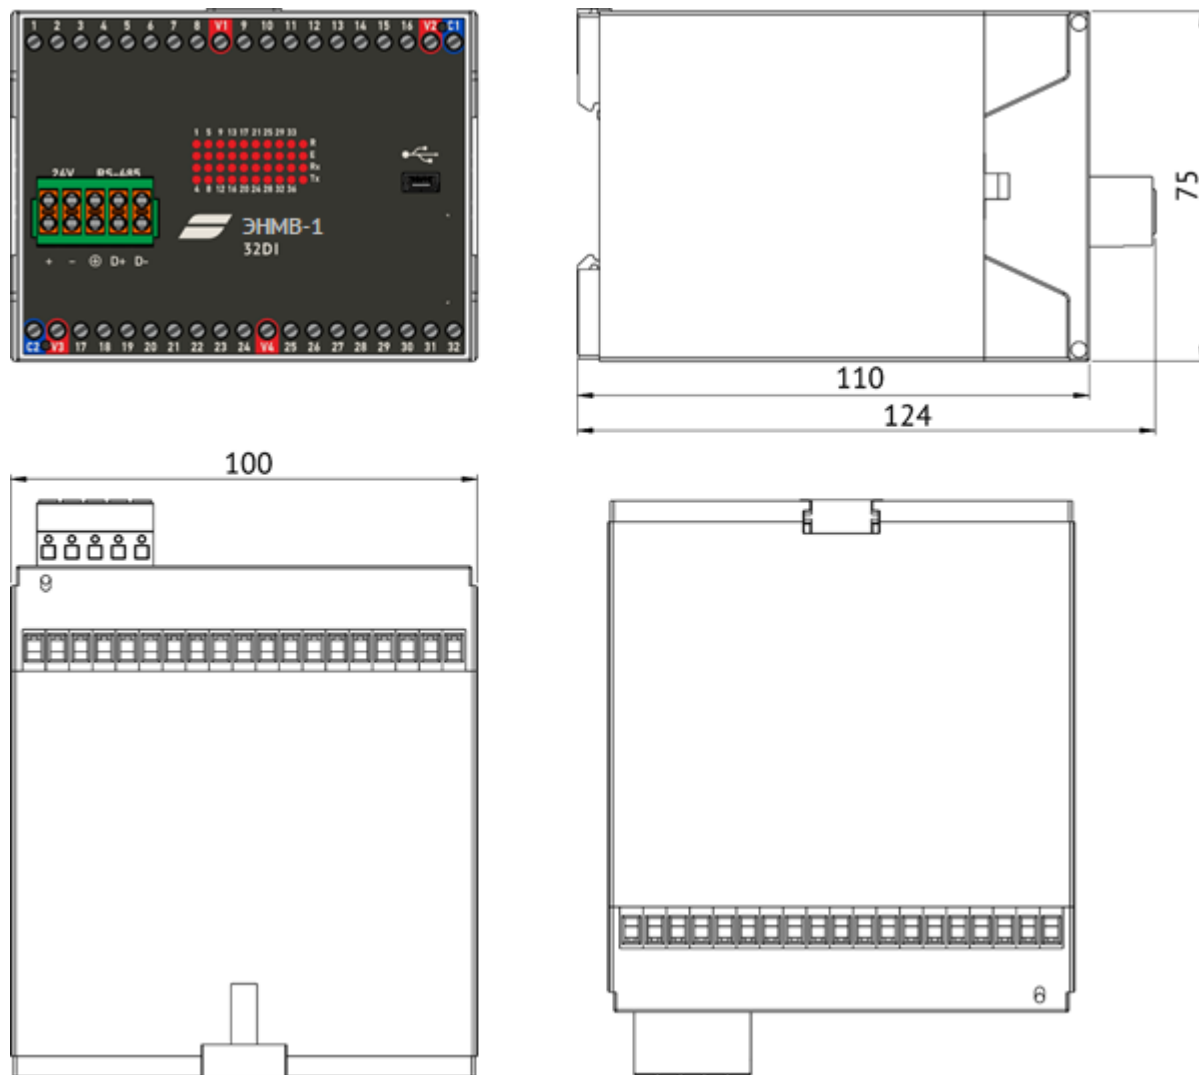

Рисунок 1.3. Габаритные размеры ЭНМВ-1-32/0, ЭНМВ-1-24/6, ЭНМВ-1-16/12, ЭНМВ-1-16/18, ЭНМВ-1-8/24, ЭНМВ-1-0/36, ЭНМВ-1-16P/0
1.3.7 Габаритные размеры ЭНМВ-1-32/0, ЭНМВ-1-24/6, ЭНМВ-1-16/12, ЭНМВ-1-16/18, ЭНМВ-1-8/24, ЭНМВ-1-0/36, ЭНМВ-1-16P/0 приведены на рис. 1.3.